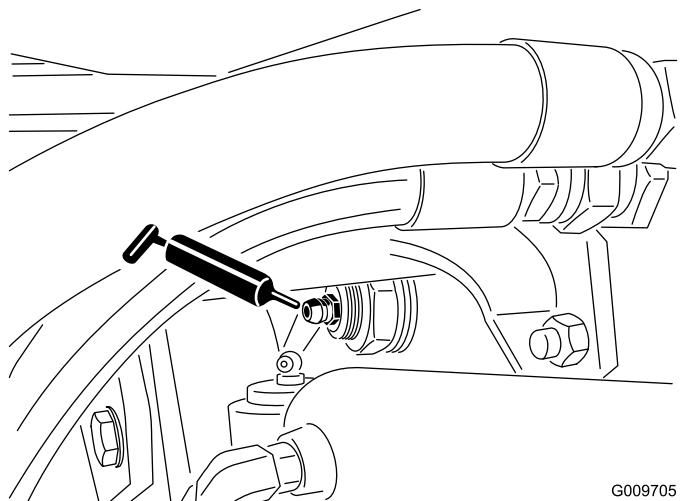

Figura 33
- Casquilhos da articulação do eixo traseiro (2), como se mostra na Figura 33